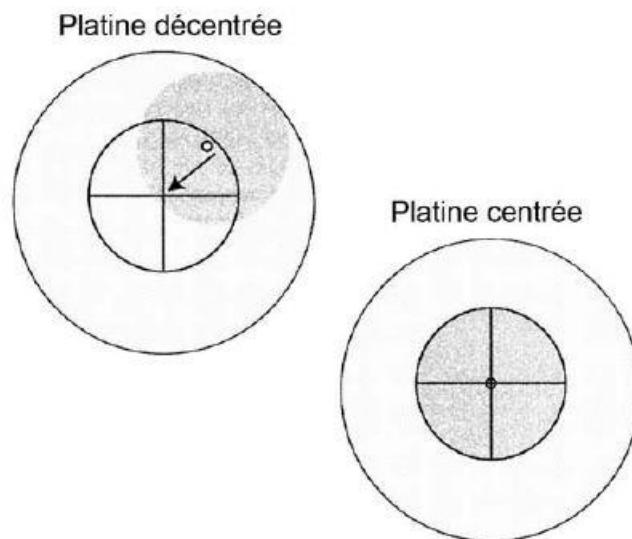

Fig. 3
2. Situer un point ou une partie de l'échantillon clairement identifiable, sur l'axe de rotation, ensuite simplement en dévissant ou vissant les vis de centrage vous déplacerez la platine jusqu'à faire coïncider l'objet avec l'axe optique. (Fig.3)